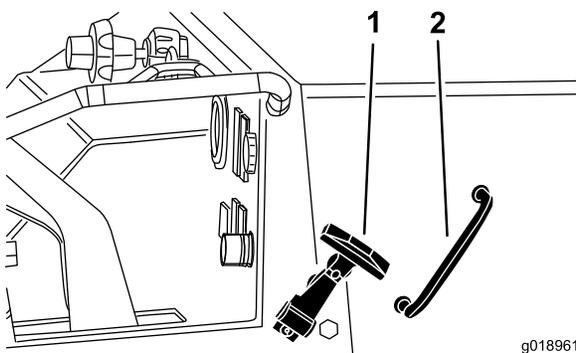

Figura 15
1. Desenganche el cierre de goma del capó (en cada lado del capó) (Figura 15).